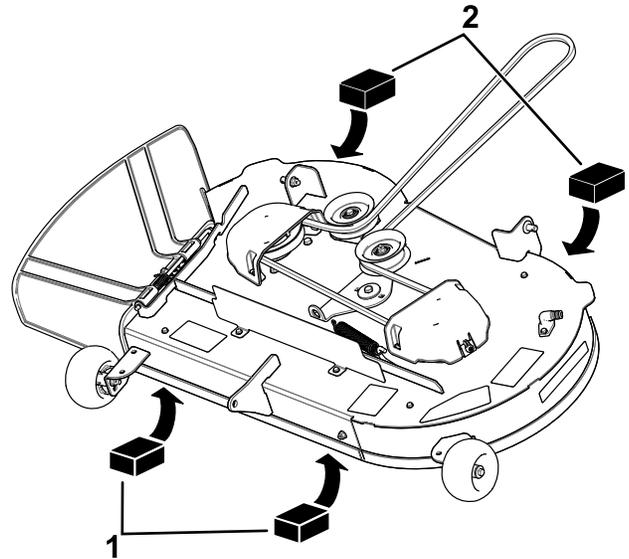
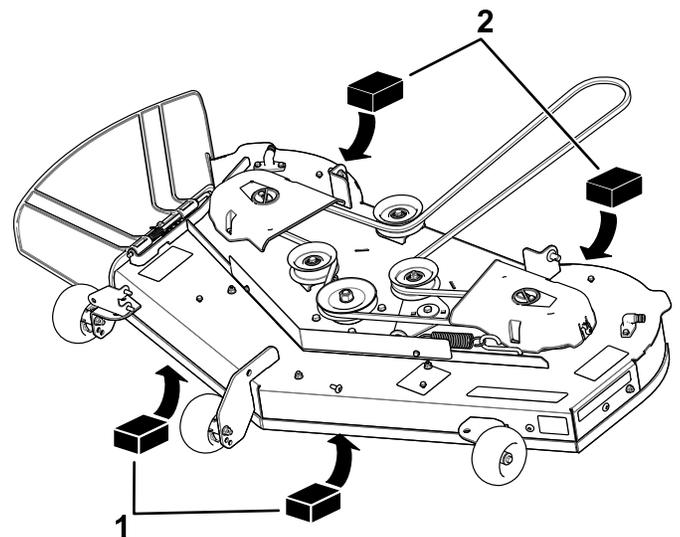

図 71
図 72
4. デッキの左右前部に角材厚さ 6.6 cm を入れる。芝刈り防止ローラの下には入れないこと 図 71 または 図 72。
5. 刈り込みデッキのスカートの後ろの左右のエッジの下にブロック厚さ 7.3 cm をそれぞれ 1 個ずつセットする 図 71 または 図 72。